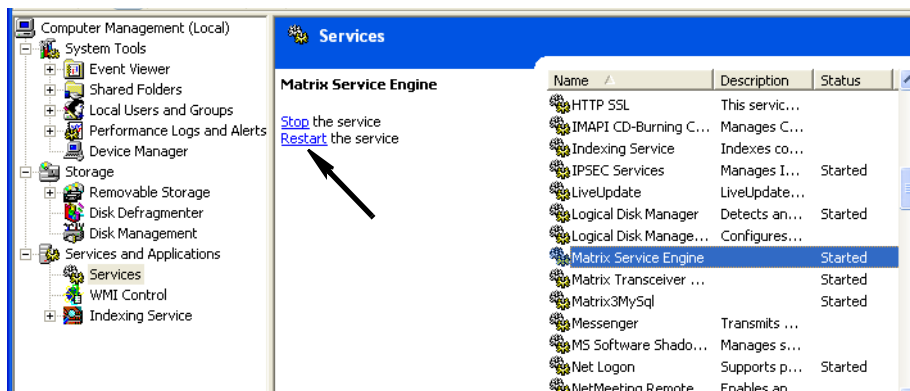

Рис. 43
- Нажмите ссылку «Перезапустить службу» (Рис. 43).